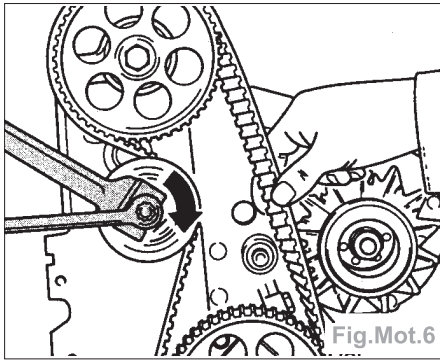

Fig.Mot.6
- Tendre la courroie de distribution; à cet effet, tourner le galet-tendeur avec une clé pour écrous (p. ex. Matra VI 59) dans le sens de la flèche (Fig.Mot.6).